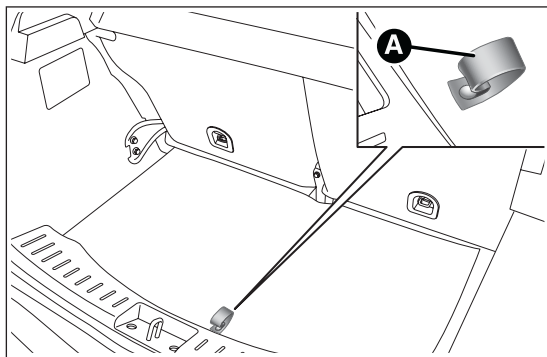

fig. 108
- ☐ abrir el maletero, tirar de la lengüeta A fig. 108 y levantar la alfombrilla de revestimiento hacia arriba;